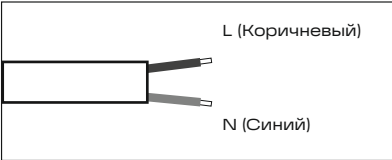

Рис. 7
- 5.14 Подключите кабель электропитания с помощью клеммной колодки в основании разъема в соответствии с цветовой схемой на рис. 7.